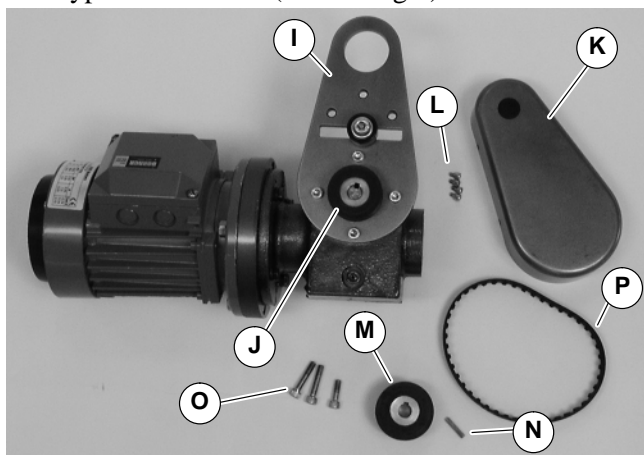

Abbildung 3
1. Typische Bauteile (Abbildung 3)
HINWEIS: Installationspaket vom Typ 1 abgebildet (Abbildung 3), Installationspaket vom Typ 2 ähnlich.